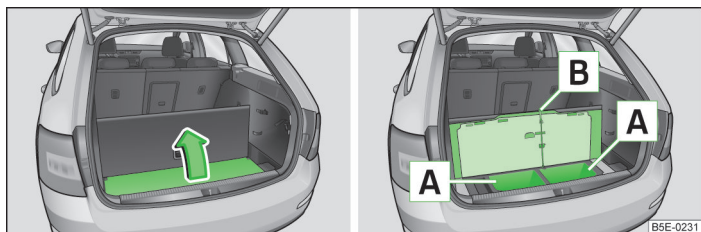

Fig. 90 Ridicați mocheta / compartimentele de depozitare de sub mocheta
- > Ridicați mocheta în sensul săgeții » fig. 90.